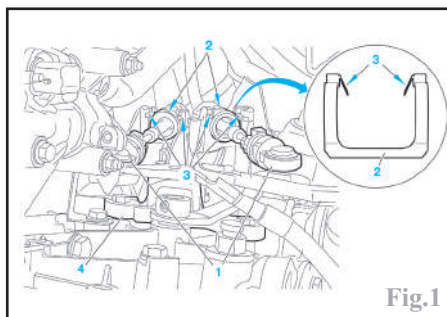

Fig.1
Désaccoupler les câbles de sélection et de passage des vitesses (1) (Fig.1), en utilisant un levier approprié (outil Peugeot 0216-G1), après avoir repéré leur position.
Déclipser les arrêts de gaines (2) des câbles en enfonçant les agrafes (3) à l'aide d'un tournevis plat puis dégager les arrêts de gaines en les tirant vers le haut (Fig.1).